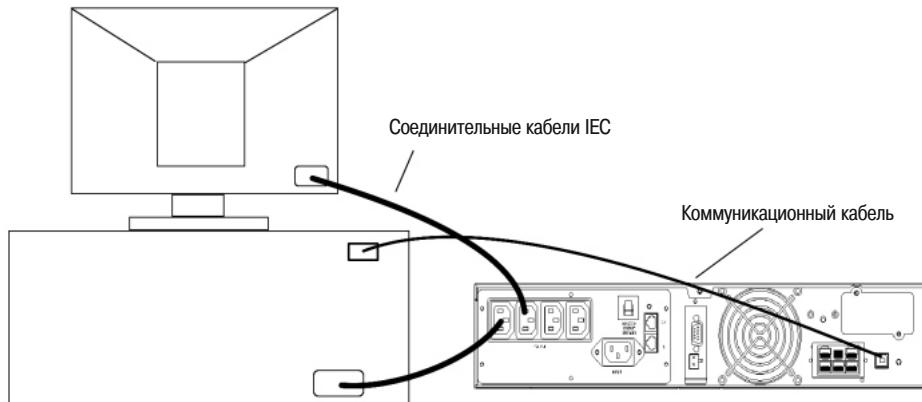

Рисунок 6 - Пример подключения устройств Plug&Play
4.3.2 По завершении зарядки подключите оборудование к ИБП, см. пример на рисунок 6.